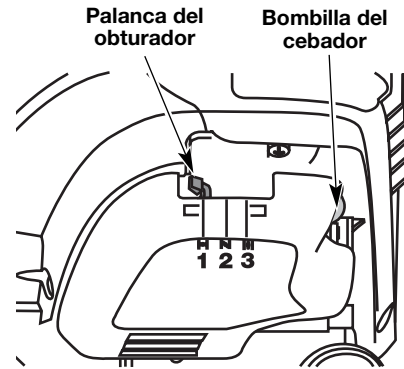

Fig. 8
3. Oprima completamente el cebador y suéltelo 10 veces. Hágalo lentamente. Se deberá ver un poco de combustible en el cebador y en las tuberías de alimentación de combustible (Fig. 8). Si no puede ver el combustible en el cebador, oprímalo y suéltelo tantas veces como sea necesario hasta que vea combustible en el mismo.
4. Coloque la palanca del obturador en **Posición 1** (Fig. 8).
5. Soporte en la posición de arranque (Fig. 8) y apriete el control de aceleración. Hale el cordón de arranque con un movimiento controlado y uniforme hasta 5 veces.
6. Coloque la palanca del obturador en **Posición 2** (Fig. 8).
9. Coloque la palanca del obturador en **Posición 3** (Fig. 8) la unidad está lista para usarse.